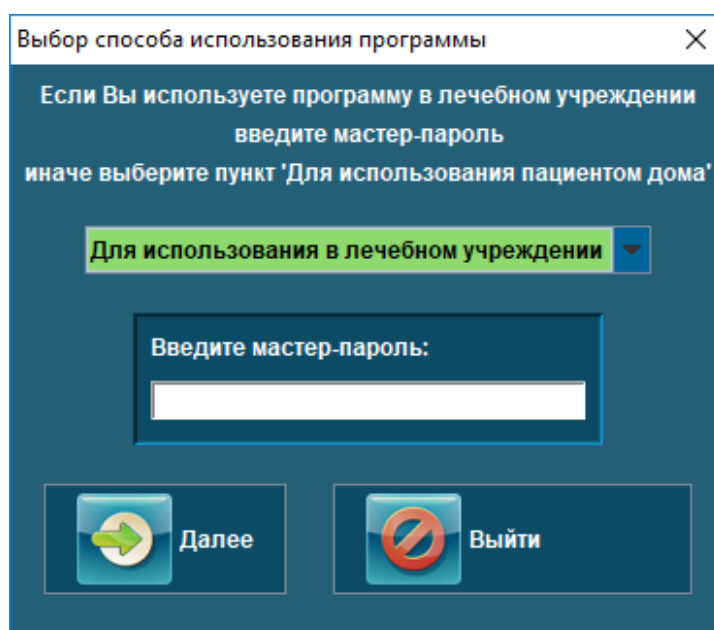

Рисунок 10 – Выбор способа использования программы
9.3.1.2 Во время запуска программы коммерческой версии появится диалоговое окно выбора способа использования. (Рисунок 10) Если программа установлена в медицинском учреждении необходимо выбрать в выпадающем списке строку «Для использования в лечебном учреждении» и ввести мастер-пароль, полученный при покупке комплекса в соответствующее окно. Если программа установлена пациентом дома необходимо выбрать в выпадающем списке строку «Для использования пациентом дома», мастер-пароль не требуется.